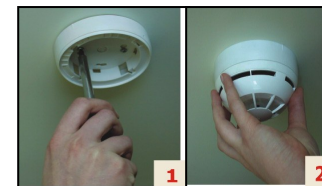

Figura 5 - Collocazione del rilevatore
- 2) Installare e fissare la base nel punto scelto con le viti in dotazione (figura 5 e 6).
- 3) Inserire il rilevatore nella base (figura 5).